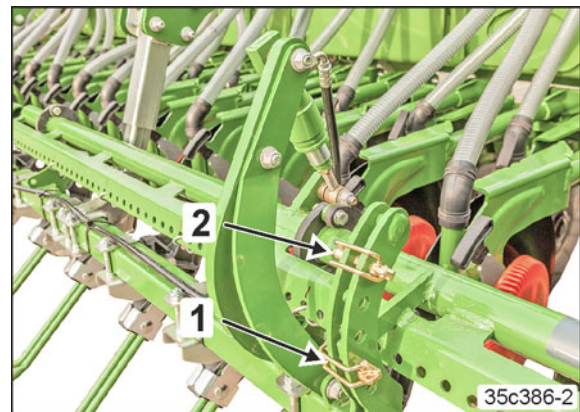

Bild 191
- Spak i position 1 (Bild 191/1)
- Spak i position 2 (Bild 191/2)